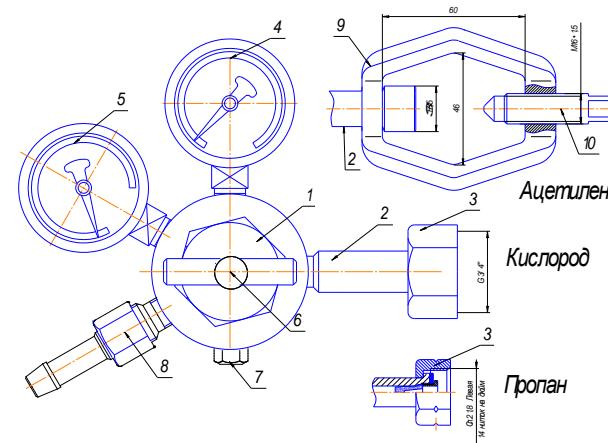

Рис. 1. Редуктор баллонный одноступенчатый:
Редуктор присоединяется к источнику питания газом через входной штуцер (2) (см. рис.1)